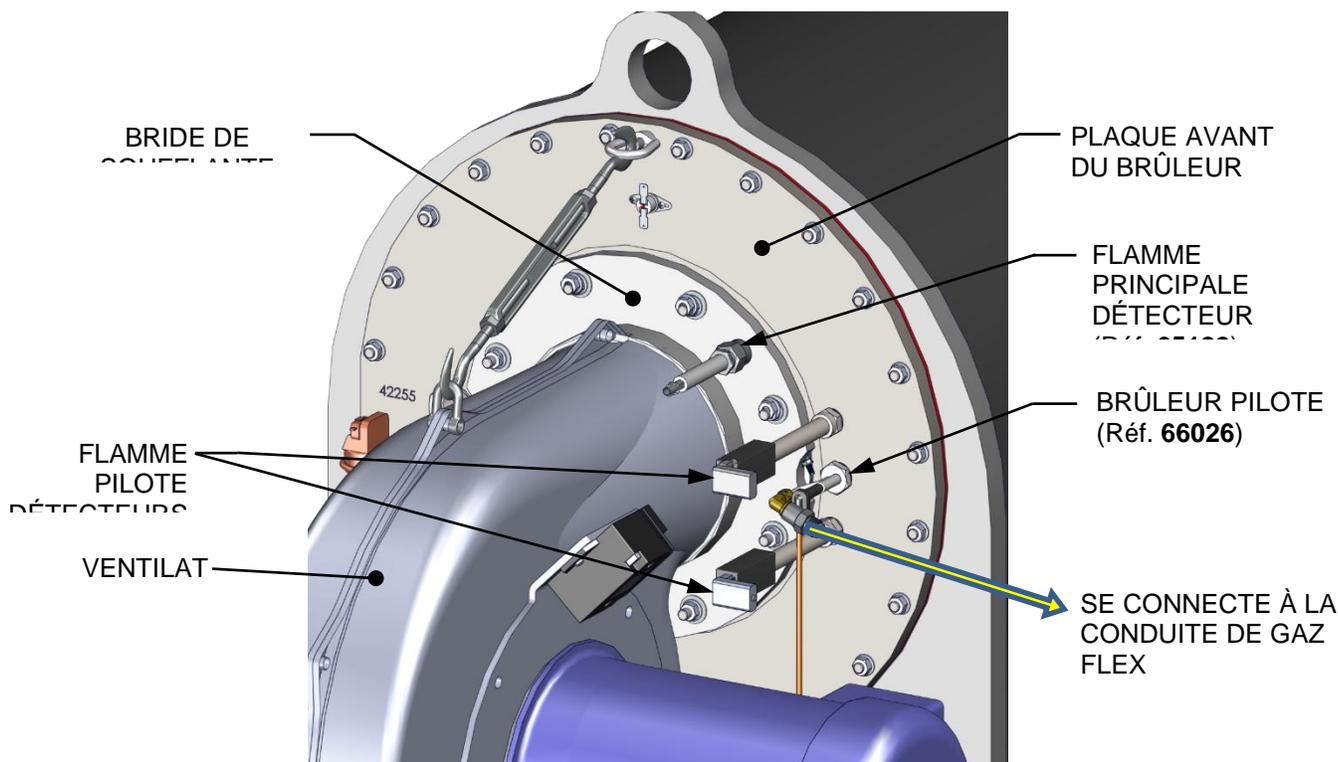

Figure 8-2 : Brûleur pilote et détecteurs de flamme pilote (BMK5000/6000)
Le détecteur de flamme principal BMK5000 & 6000 (réf. **65182**) est situé sur la bride du ventilateur près du haut de l'appareil. Il y a également deux (2) détecteurs de flamme optiques montés sur la plaque avant du brûleur (voir la figure 8-2 ci-dessus).